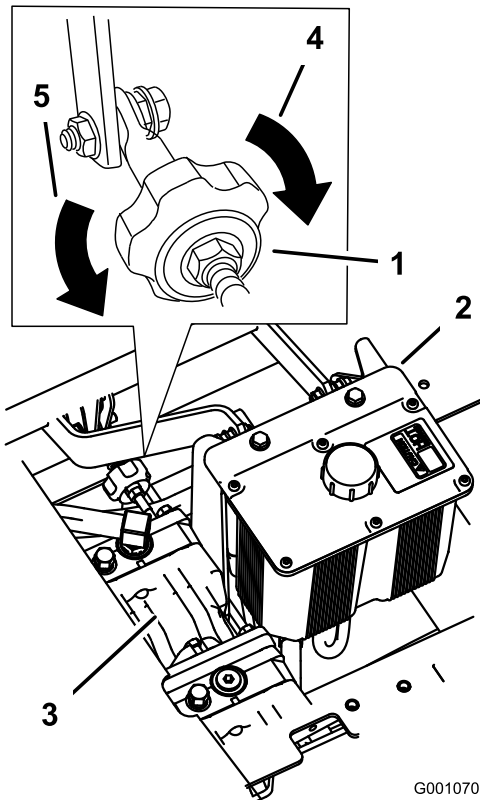

Figure 72
2. Réglez la longueur de la tige de pompe en tournant le bouton dans le sens voulu, jusqu'à ce que la roue soit immobilisée ou tourne légèrement en arrière (Figure 72).